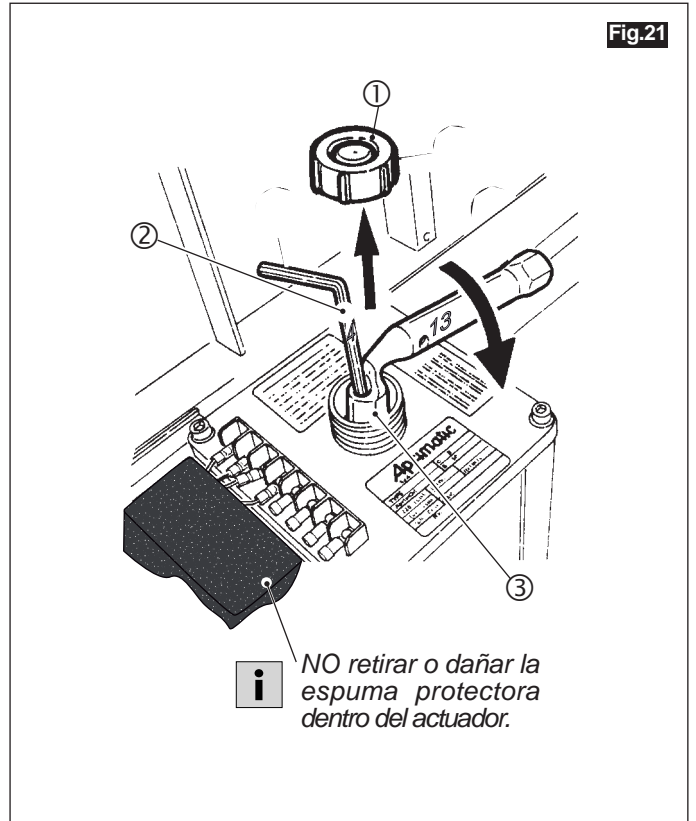

Fig.21
- Quitar la tapadera al motorreductor y sacar el tapón (Fig.21-ref.1).
- Sujetar con una llave Allen 4 el tornillo (ref.2) y actuar sobre la tuerca con una llave 13 fija (ref.3) :
- Al final volver a montar el tapón de CIERRE (Fig.21-ref.1): atornillarlo PARCIALMENTE con el fin de dejar un respiradero para el aire.